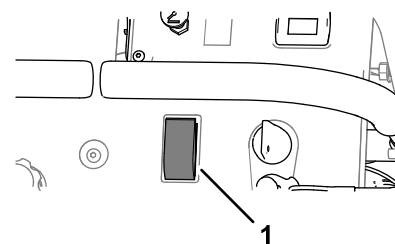

**Figura 36**
4. Gire las palancas de las válvulas como se indica en la Figura 36.